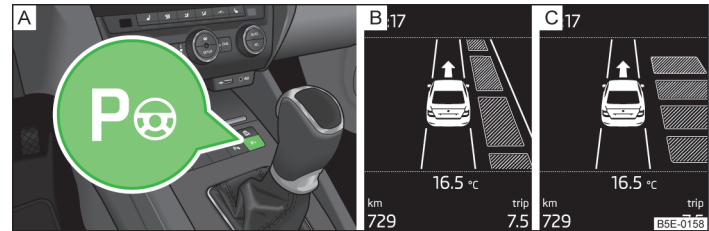

Abb. 132 Systemtaste / Anzeige im Display des Kombi-Instruments
Bei aktiviertem System leuchtet in der Taste die Kontrollleuchte **P** » Abb. 132 auf Seite 142 - **A**.
- Einmal die Symboltaste **P** » Abb. 132 drücken.
Im Display des Kombi-Instruments wird Folgendes angezeigt » Abb. 132 - **B**.
- Zweimal die Symboltaste **P** » Abb. 132 drücken.
Im Display des Kombi-Instruments wird Folgendes angezeigt » Abb. 132 - **C**.
- Einmal die Symboltaste **P** » Abb. 132 auf Seite 142 drücken.